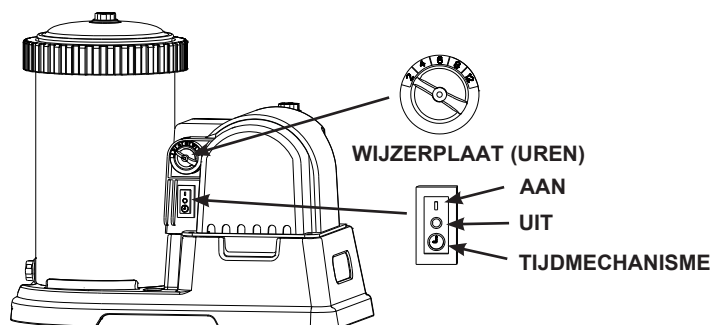

FIG 10
- A. Zet de wijzerplaat naar het gewenste aantal werkingsuren. Zie Draaitijd tabel. Zie Fig. 10